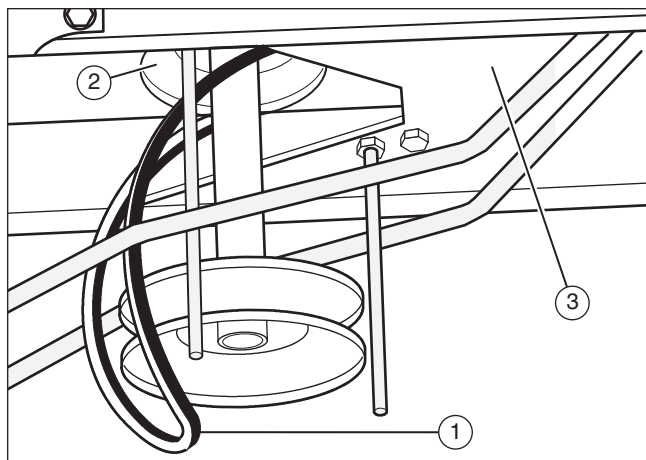

Figura 19
8. Per rimuovere la cinghia di trasmissione (1) dalla puleggia di scarico (2), tirare la parte anteriore della cinghia sotto la puleggia di scarico (2), e quindi fra la puleggia di scarico e la piastra dello sterzo (3) (Figura 19).